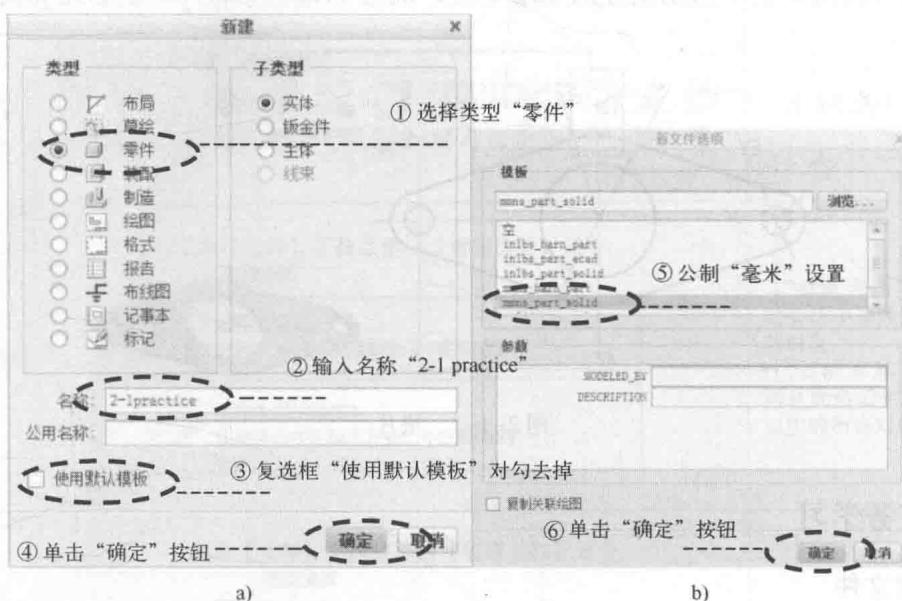

图 2-1-3 新建文件
① 单击“新建”按钮，系统弹出“新建”对话框，选择类型“零件”，输入名称“2-1practice”，将复选框“使用默认模板”的对勾去掉，单击“确定”按钮，系统进入“新文件选项”对话框，选择“mmns\_part\_solid”选项，以公制毫米为单位建模，如图2-1-3所示，单击“确定”按钮，进入Creo 3.0实体建模用户界面。